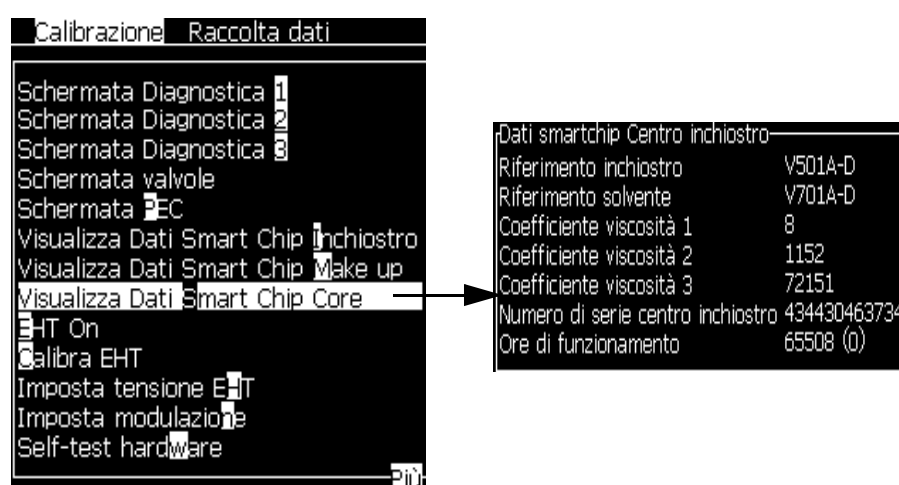

Figura 4-17: Visualizza dati smart chip centro di inchiostro
- 1 Dal menu Calibra, selezionare *Visualizza dati smart chip centro di inchiostro* (Figura 4-17) per visualizzare le ore di funzionamento del centro di inchiostro. Le ore di funzionamento del centro di inchiostro vengono resettate solo dopo averlo cambiato.